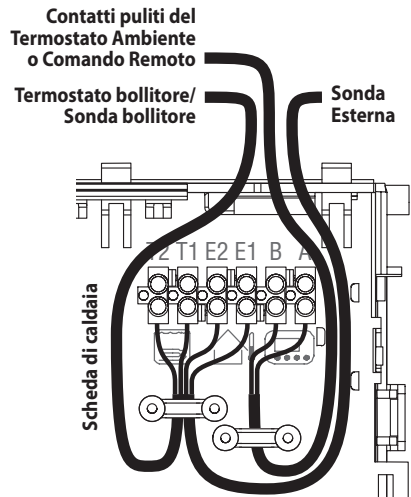

Figura 5.23
- Collegare ai morsetti T1 e T2 della morsettiera i due conduttori elettrici come indicato in Figura 5.23.